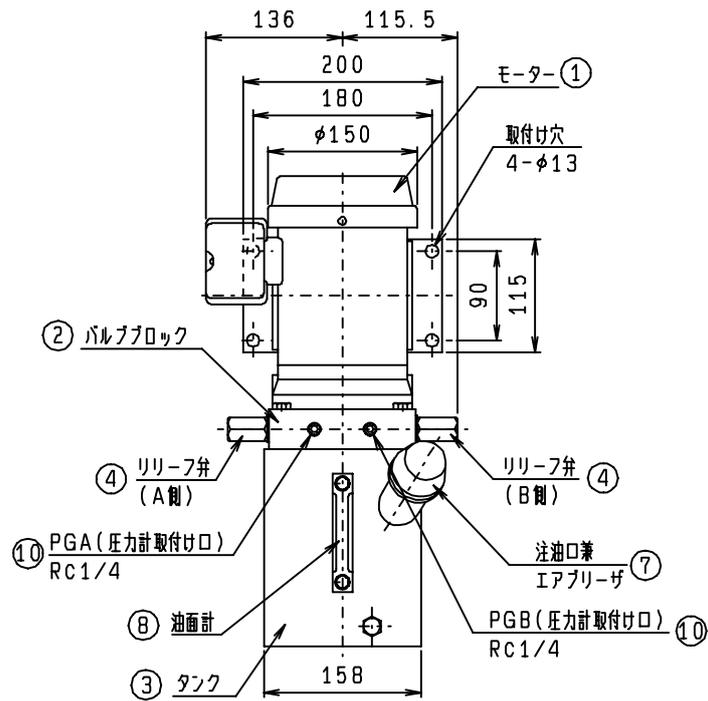

図2 正面図
5. 各部の機能 (図 2, 3, 4 参照)
- ①モーター・・・・・・・・全閉外扇形連続定格の三相誘導モーターです。結線は、端子箱内端子台に確実にビス止めして下さい。三線のうち二線の入れ換えにより逆転し吐出ポートが切り換わります。
- ②バルブブロック・・・本機の中心的役割をはたすもので、全バルブが内蔵されています。圧力計取付ポート以外の六角穴付プラグは外さないで下さい。
- ③タンク・・・・・・・・バルブブロックに4本のボルトで取り付けられています。最高4Lの油圧油が入ります。
- ④リリーフ弁・・・・・・・・油圧回路内の最高圧力を規制するための弁で、Aポート用、Bポート用に別れています。出荷時定格圧力に設定してありますが、定められた範囲で調整が可能です。
- ⑤A, Bポート・・・・・・・・アクチュエータに接続される油の吐出口です。サイズはA, BポートともR c 1 / 4です。Bポートにパイロットチェック弁が付いています。接続ミスをししないで下さい。
- ⑥Rポート・・・・・・・・油の戻り口です。サイズはR c 1 / 4です。通常、六角穴付きプラグでシールしてあります。
- ⑦注油口兼・・・・・・・・注油の際、フタを90°回転させるだけで簡単に取り外しができます。エアブリーザー 使用中は必ずフタをし異物の侵入を防止して下さい。エアブリーザーを兼用します。
- ⑧油面計・・・・・・・・タンク内の油面高さを確認すると同時に油の汚れを見るのにお役立て下さい。H、Lレベルの油量差は1.4Lです。
- ⑨ドレンプラグ・・・・・・・・M12の六角ボルトでシールワッシャーによりシールされています。油圧油を抜き取る時に使用します。
- ⑩圧力計取付口・・・・・・・・Aポート及びBポートの圧力検出のためのR c 1 / 4のネジ穴です。通常、六角穴付きプラグでシールしてあります。
- (1) タンク内に作動油は入っていません。使用の前に注油口兼エアブリーザー(図2参照)のキャップを外して注油して下さい。
- (2) 作動油は清浄な石油系作動油で粘度グレードがISO VG#32～#68のものを使用して下さい。
- (1) 回路内の圧力確認のために、圧力計を取り付けることをお奨めします。
- (2) 本機には圧力計取付けのためのポートが図2に示すように2ヶ所あります。1ヶ所はAポート用で、他方はBポート用です。サイズはR c 1/4です。
- (3) 両方のポートで圧力が発生する用途では両方のポートに、一方のみに圧力が発生する時は一方に圧力計を取り付けて下さい。
- (4) 圧力計取付けポートにチェック弁付きカプラーを取付け、必要時のみ圧力測定を行うようにすれば、圧力計の数量も少数で、しかも圧力計の耐用年数も延ばすことができます。
(図2参照)
- (1) 吐出ポートを切り換える際、モーターの急激な正逆転は避けて下さい。回転方向切り換え時0.5秒以上の休止時間を設けて下さい。
- (2) 電源には必ずブレーカーを組み込んで下さい。モーター焼損の恐れがあります。
- (3) 電源コードの上に重いものを絶対のせないで下さい。火災や感電の原因になります。
- (4) 静電防止及び感電防止のために、端子箱又は、モーターベースにあるアース端子にアース線を接続して下さい。
- (5) リリーフ弁は定格圧力以上に設定できるようになっていますが、モーター及びポンプの寿命、油温上昇の上から、定格圧力内で使用して下さい。
- (6) 使用条件により、かなり油温が上昇することがあります。特にリリーフ弁の長時間作動や流量制御は発熱の原因となります。できるだけ60℃以下の油温でご使用下さい。この油温を越える時は、運転条件を楽にするか補助タンクを別に取り付けるようにして下さい。
- (7) バルブブロック(図2)には数ヶ所、六角穴付きプラグ(詰栓)がありますが、圧力計取付けポート以外は、運転中又は、停止時においても絶対にゆるめないで下さい。本機の機能を損なうことがあります。